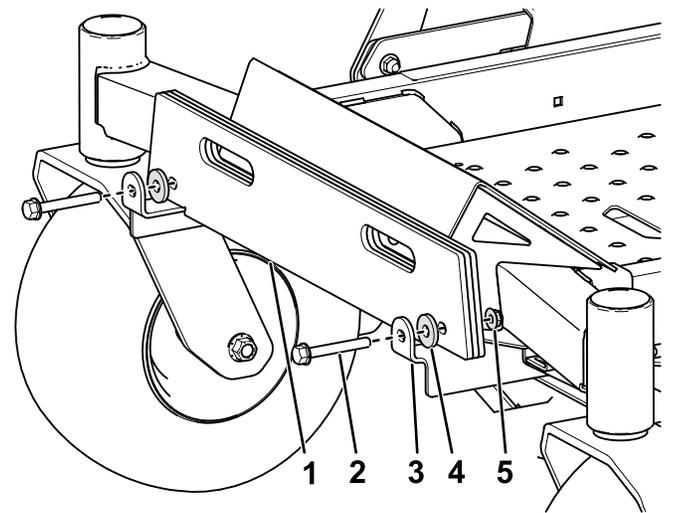

Figura 4
2. Instale os pesos em forma de mala (quantidade determinada pela dimensão da plataforma) nos suportes de montagem de pesos utilizando 2 parafusos de carroçaria ($\frac{3}{8}$ x $2\frac{3}{4}$ pol.), 2 anilhas e 2 porcas de bloqueio ($\frac{3}{8}$ pol.) como se mostra na Figura 4.